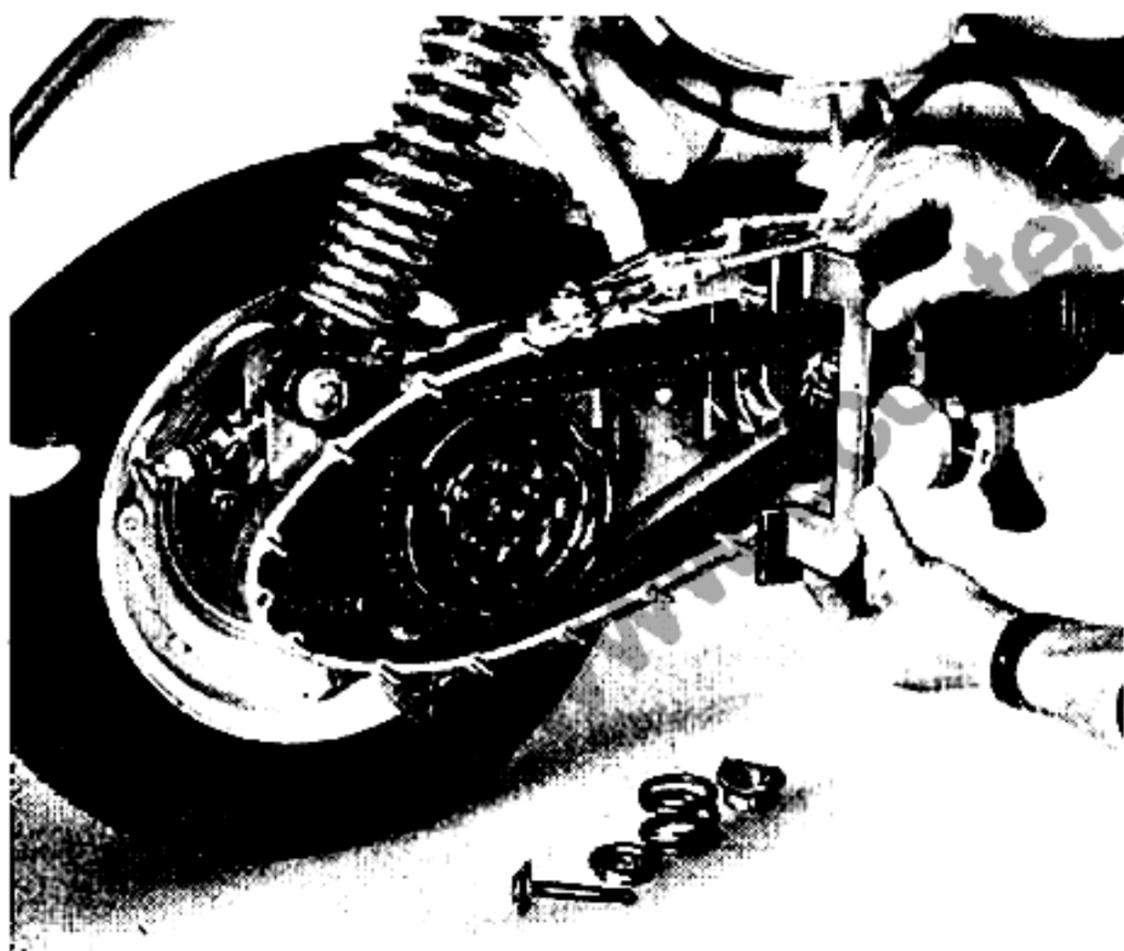

Fig. 27
- a) Si misura la quota del piano del pignone e si azzerà il comparatore. Vedi fig. 27.